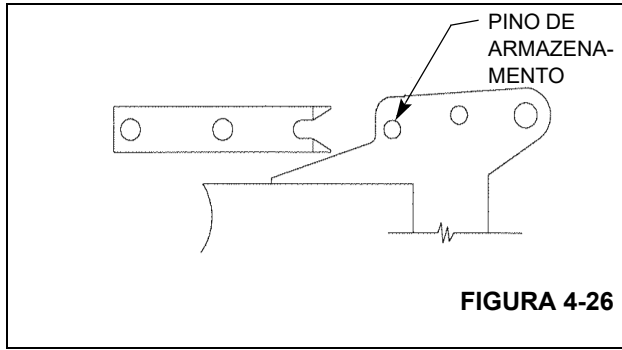

FIGURA 4-26
7. Observe o alinhamento horizontal da fenda nos conjuntos das orelhas e o pino de armazenamento no jib. O ajuste horizontal das orelhas de armazenamento é fornecido pelos furos de parafusos superdimensionados na orelha de armazenamento. Mova as orelhas para dentro ou para fora até obter o alinhamento adequado. Posicione a orelha superior de forma que ela mantenha a parte superior do jib para dentro em direção à lança e a orelha inferior de forma que ela mantenha a parte inferior do jib afastada do parte inferior da lança (consulte a Figura 4-26).